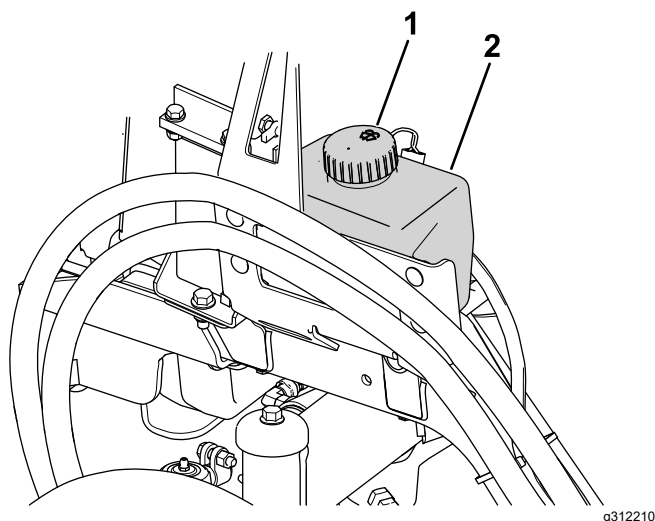

Рисунок 88
1. Снимите крышку бачка (Рисунок 88).